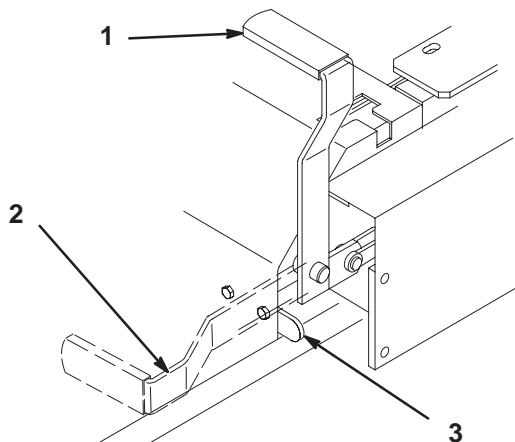

Figure 9
2. Tirez le frein de stationnement en arrière et vers le haut pour le serrer (Fig. 9). Une fois **serré**, le frein de stationnement ne doit plus bouger.
1. Poussez le levier du frein de stationnement vers l'avant et vers le bas (Fig. 9) afin de le desserrer. Le frein de stationnement est desserré et le levier est en appui contre la butée du frein.